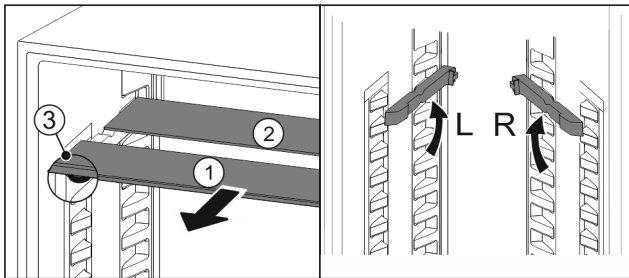

Fig. 147
- Glasplatten einzeln nach vorne herausziehen Fig. 147 (1).
- Glasplatte Fig. 147 (1) mit Zierleiste liegt vorne.
- Stopps Fig. 147 (3) zeigen nach unten.